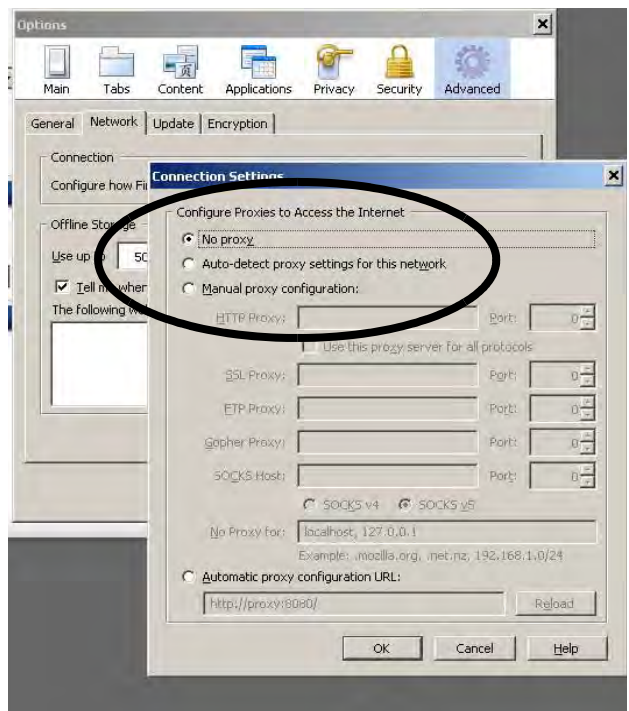

FIG. 38 : Désactivez Proxy Setting (Firefox uniquement)
2. *Ne s'applique qu'à Firefox :* Pour fonctionner dans un réseau ProMix 2KS/3KS avec Firefox, vous devez désactiver le paramètre Proxy sur votre navigateur. Dans votre navigateur Firefox, allez à Tools>Options>Advanced>onglet Network>Connection Settings. Cliquez sur "No proxy". Voir FIG. 38.